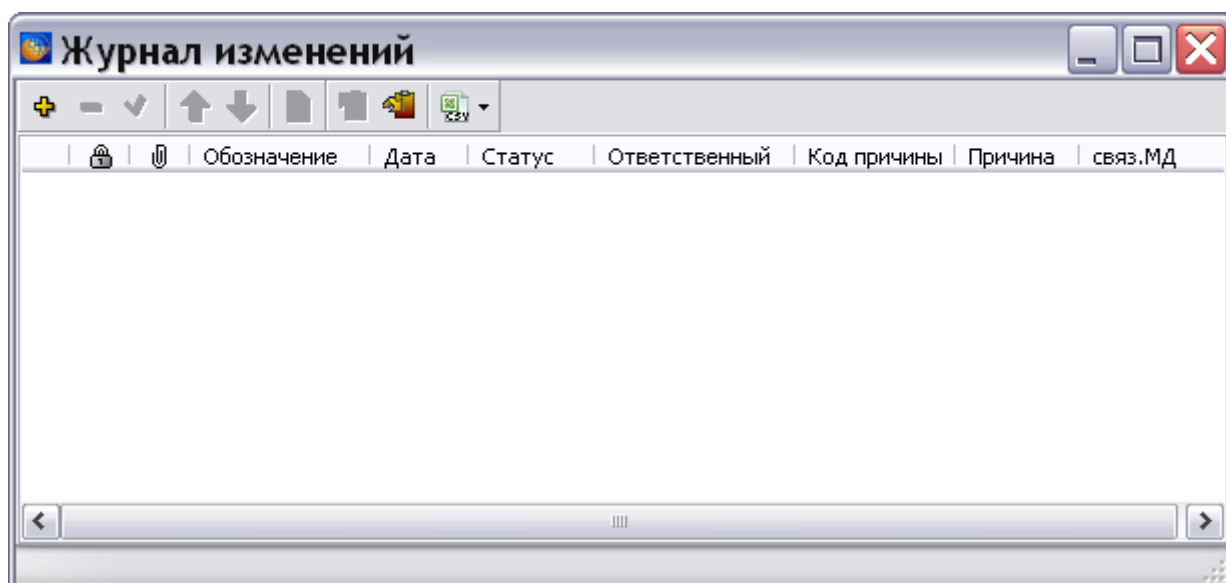

Рис. 20.2
4. Выделите «Журнал извещений» и нажмите на кнопку **Выбрать**. После этого появится диалоговое окно **Журнал изменений** (Рис. 20.2).